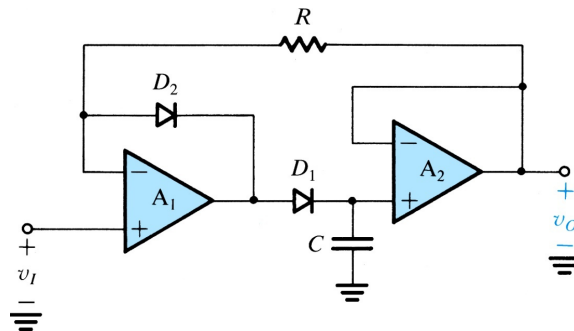

Figure 1.
- Expliquez le fonctionnement du circuit montré à la Figure 1 et donnez sa sortie v_o pour une entrée $v_i = 2\cos(\omega t)$. Tracez l'entrée et la sortie en fonction du temps pour quelques périodes de v_i .